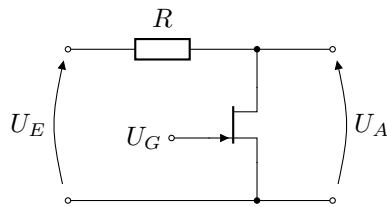

Abbildung 3: Spannungsteiler mit FET
Bei kleinen positiven wie negativen U_{DS} ist I_D annähernd proportional zu U_{DS} , es liegt ohmsches Verhalten vor. Der Kehrwert des Anstiegs der Kennlinie $I_D(U_{DS})$ ist der Kanalwiderstand. Durch Vorgabe der Gatespannung U_{GS} kann dieser über mehrere Größenordnungen eingestellt werden. Für Anwendungen besonders interessant ist, dass die Transistorstrecke Drain-Source prinzipiell beliebige Widerstände in völlig anderen elektrischen Schaltungen ersetzen kann. Als Beispiel ist in der Abbildung 3 ein einfacher Spannungsteiler dargestellt. Setzt man einen solchen Spannungsteiler bei-
- Bauen Sie einen spannungsgesteuerten Spannungsteiler nach Abbildung 3 mit einem Regelumfang von ca. 40 dB auf. Überprüfen Sie sein Verhalten.